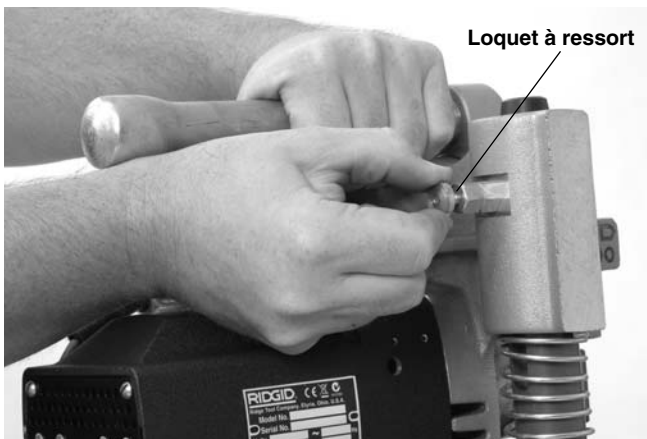

Figure 7 – Séparation du moteur de l'embase
- De l'absence de pièces usées, manquantes, mal alignées ou grippées. Assurez-vous que le moteur coulisse librement sur les poteaux de l'embase. Vérifiez que la chaîne et le levier pivotant se déplacent librement. Sur la HC-300, vérifiez le bon fonctionnement de la goupille d'arrimage du moteur (Figure 7).
1. Posez la scie à cloche HC-300 sur une surface saine et stable, tirez sur le loquet à ressort situé en partie haute de son poteau gauche pour libérer le moteur de l'embase, puis retirez le moteur (Figure 7).